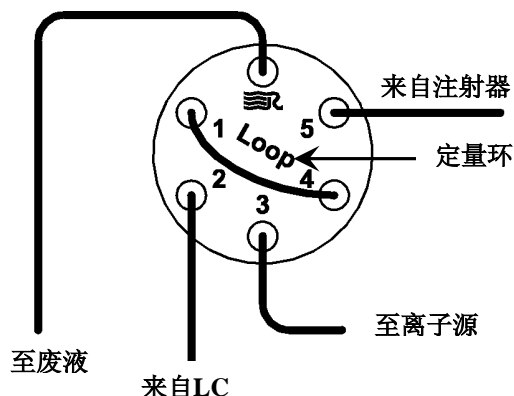

图4-3. 转向/进样阀，图中显示的是定量环进样管线
- b. 将装有螺母和压盖箍的管线的一端连接到转向/进样阀的5号端口。见图4-3。
- 将一段长度合适的、末端装有螺母和压盖箍的管线连接到转向/进样阀的3号端口（图4-3）。